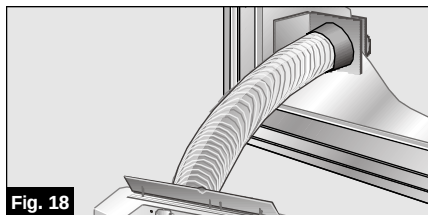

Fig. 18
- Em caso de instalação fixa através da janela, só se utiliza a peça terminal transparente do acessório, sendo necessário realizar um buraco no vidro com um diâmetro de 10,5 cm, **Fig. 18**.